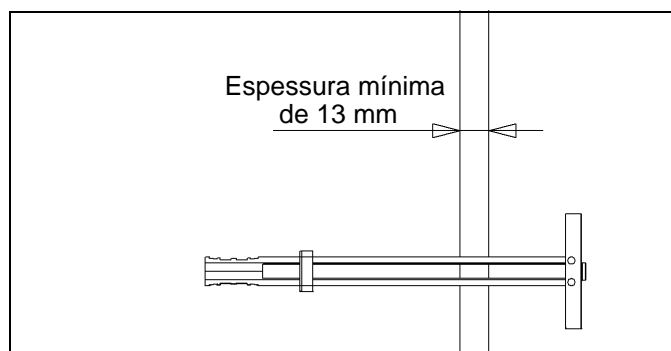

Figura 5.
3. Com a âncora de plástico (100) inserida no furo, deslize os dedos de aperto juntos, colocando a ponta dentro do furo, perpendicularmente à parede (consulte a figura 5).